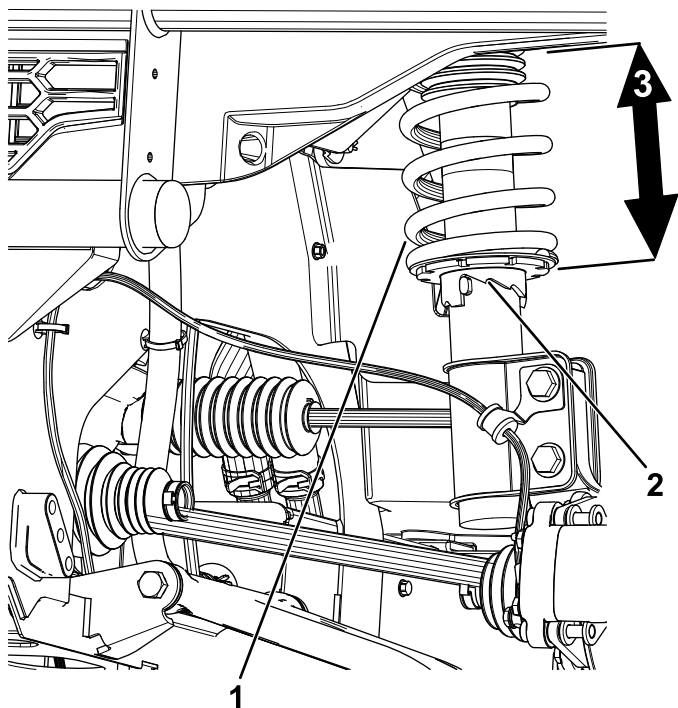

図 103
2. 地上高が上記の高さでない場合は、スプリング式調整レンチでショックアブソーバのカラーを回してホイールを整列させる 図 103。